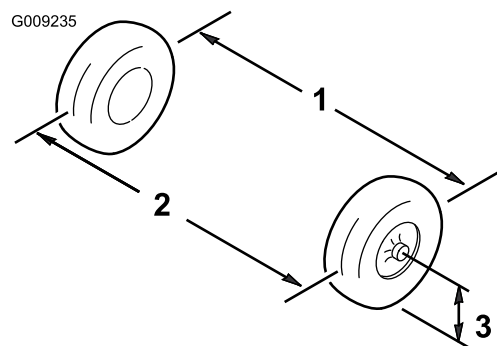

Figura 46
1. Misurate la distanza tra i pneumatici anteriori all'altezza dell'assale, davanti e dietro le ruote (Figura 46).